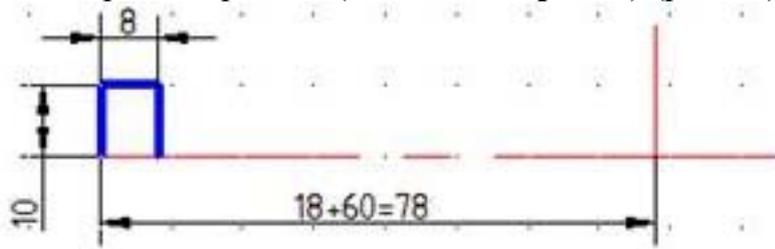

Рис. 41
6. Начертить отрезки прямых (команда **Отрезок**) (рис.41).